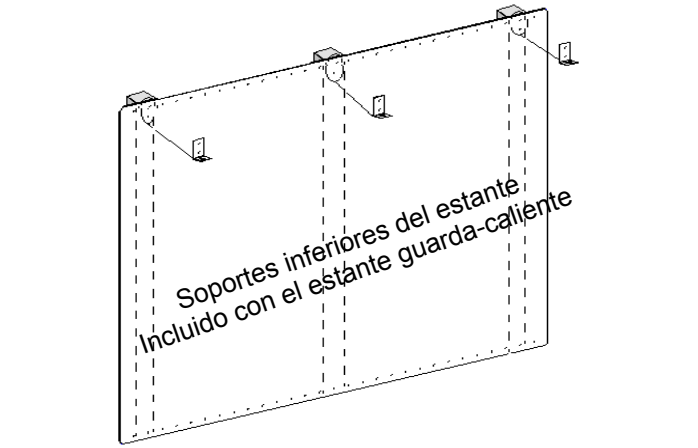

Figura 16: Consola trasera de protección con estante guarda-caliente
3. En el lugar indicado en la Figura 16, fije los soportes inferiores proporcionados con el estante guarda-caliente a través de la consola trasera de protección en los travesaños de pared.